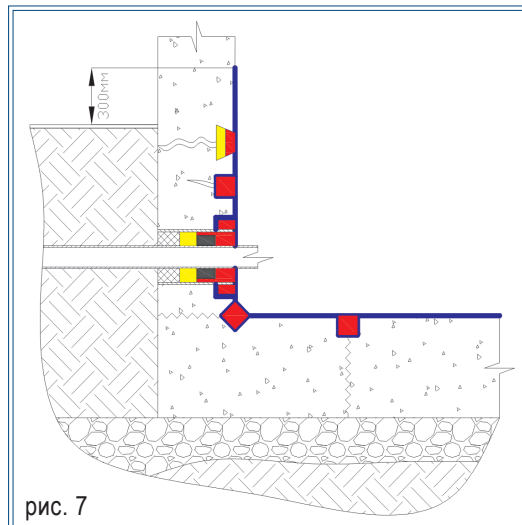

рис. 7
4. ГИДРОИЗОЛИРОВАТЬ ПОВЕРХНОСТИ (рис. 7)